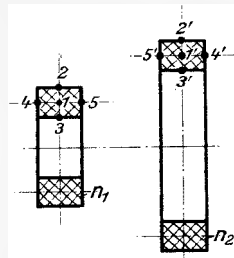

Bild 11. Zwei Spulen, parallel, koaxial, verschiedener Durchmesser, großer Wicklungsquerschnitt
**Fall 3b. Zwei Spulen, koaxial, parallel, verschieden große Durchmesser, Wicklungsquerschnitt im Verhältnis zu den anderen Abmessungen groß (Bild 11)**